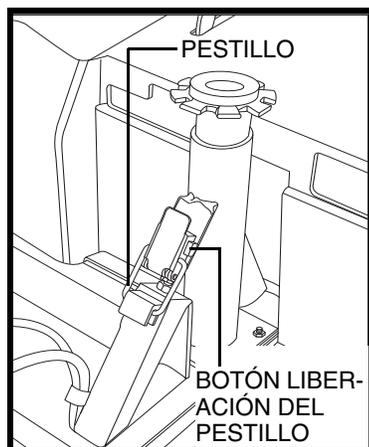

Figura 15. Pestillo (cerrado)
1. Apriete el botón de liberación del pestillo pasador mientras tira de éste hacia atrás. **Ver figura 15.**